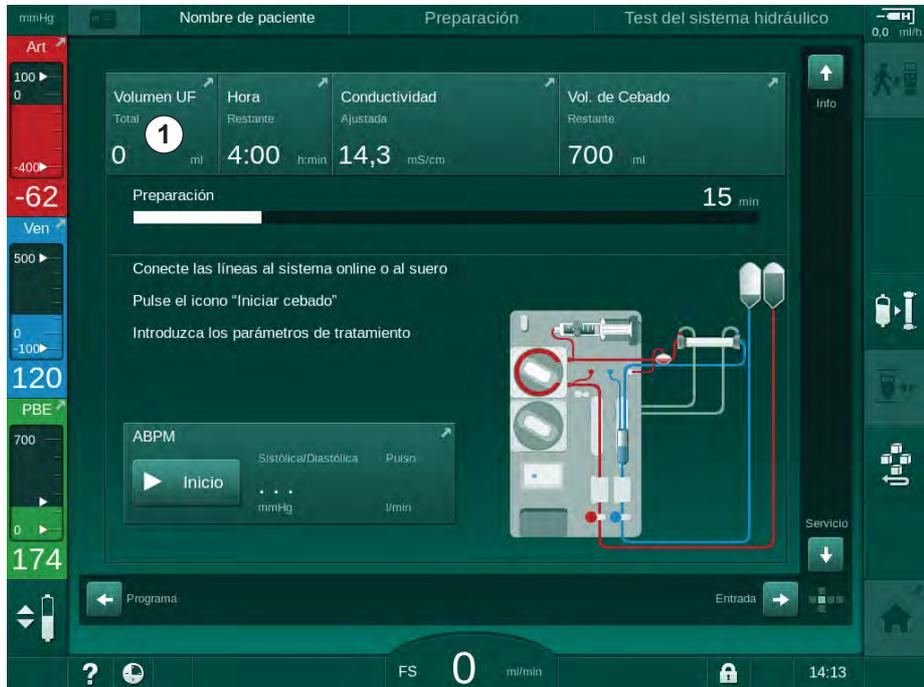

Fig. 5-11 Acceso directo a *Prescripción*
1. Cambiar a la pantalla *Entrada* utilizando las barras de desplazamiento y pulsar el icono *Prescripción* o pulsar el acceso directo ① en la pantalla *Inicio* (Fig. 5-11).